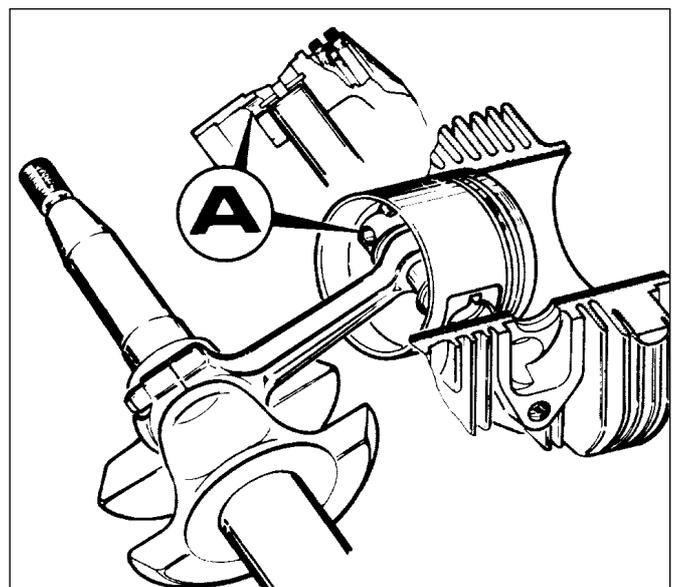

Abb. 9
**ANMERKUNG** - Im Kolbenbolzenlager befindet sich eine Bohrung (Abb. 9).